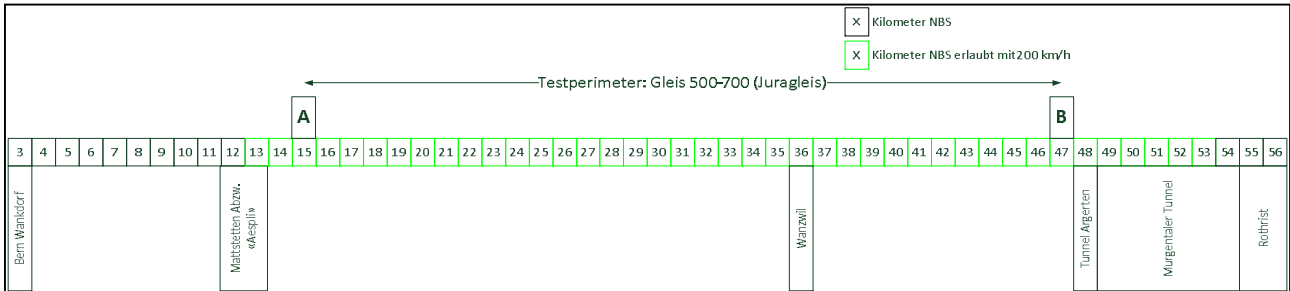

Abbildung 1: Übersicht des Testperimeters, von Punkt A und Punkt B
- 3.2.1.1 Der Testperimeter liegt auf der NBS zwischen Punkt A und Punkt B, entweder auf der Gleisachse 500-700 (Juragleis), wie in Abbildung 1 dargestellt, oder auf der Gleisachse 600-800 (Alpengleis).